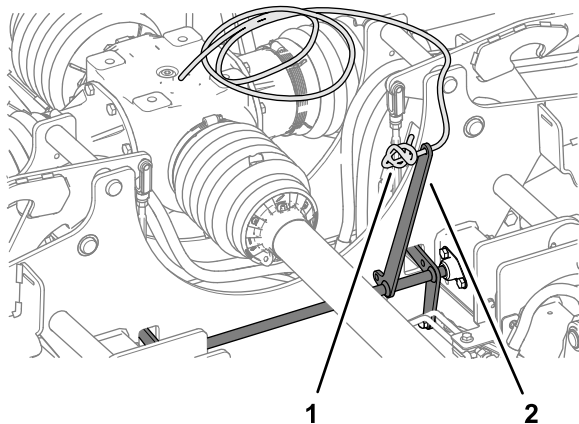

図 11
1. デッキロックロープをロックレバーの穴に通してしっかりと縛る 図 11。